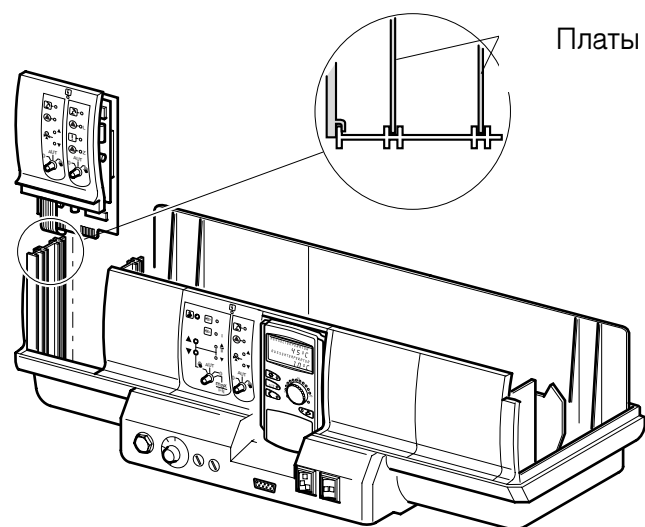

Рис. 4 Установка модуля
- Выньте заглушки, вставьте модуль сверху в направляющие и задвиньте модуль в гнездо разъема (рис.4).